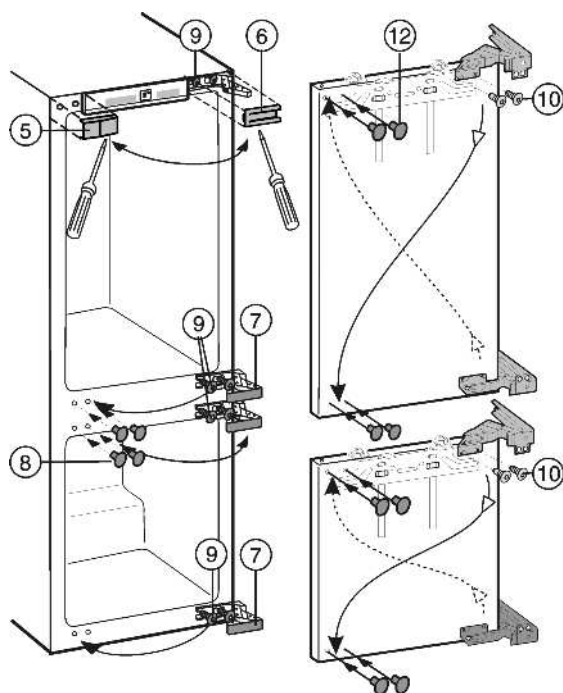

Fig. 4
- ▶ Накладки Fig. 4 (5,6,7,8) отожмите вперед при помощи плоской отвертки.
- ▶ Винты Fig. 4 (9) вверху и внизу на корпусе устройства только ослабьте.
- ▶ Винты Fig. 4 (9) переставьте на противоположную сторону и слегка прикрутите.
- ▶ Выкрутите винты Fig. 4 (10) и переверните шарниры по диагонали.
Винты Fig. 4 (10) микроаксирированные: используйте аккумуляторный винтовёрт.
- ▶ Освободившиеся отверстия закройте заглушками Fig. 4 (12).
- ▶ Навесьте дверь на предварительно смонтированные винты Fig. 4 (9) и затяните винты с моментом 4 Нм.